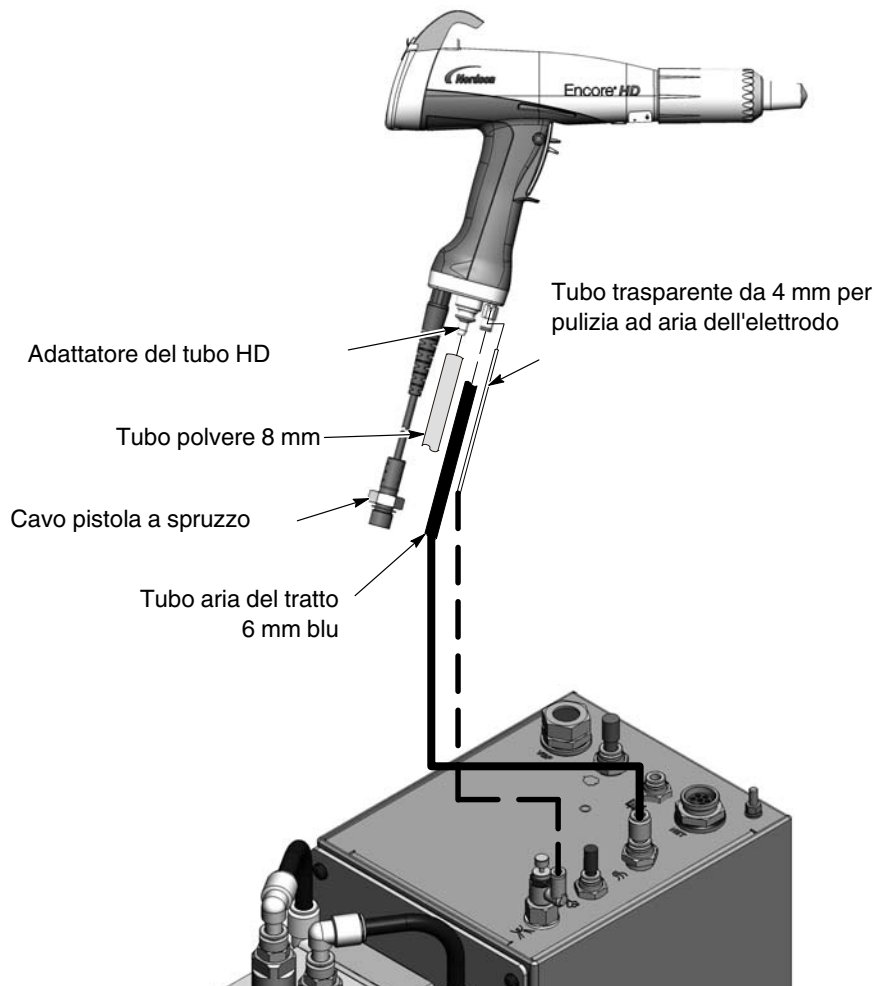

Figura 3-5 Collegamenti della pistola a spruzzo
Vedi figura 3-5.
4. Vedi figura 3-5. Assicurarsi che la pistola di spruzzo non sia azionata, poi accendere l'alimentazione al controller del sistema. I display e le icone sull'interfaccia del controller e sull'interfaccia della pistola dovrebbero accendersi.